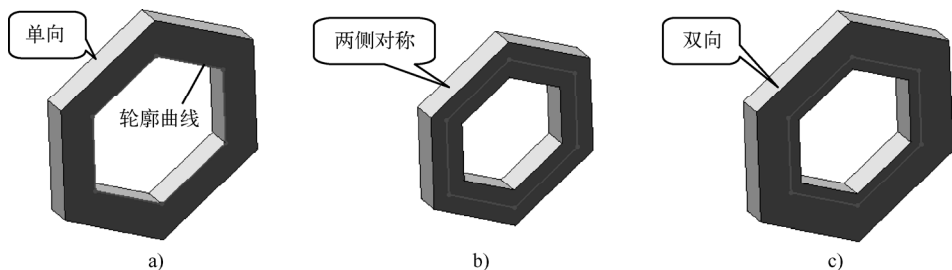

图 3-15 “薄壁” 特征的类型
- “类型”下拉列表：下拉列表中各选项用于设定“薄壁”特征拉伸的类型，包括“单向”“两侧对称”和“双向”三种类型，其意义见表 3-2，其作用如图 3-15 所示。